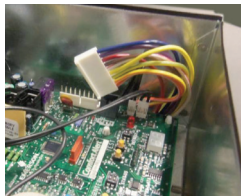
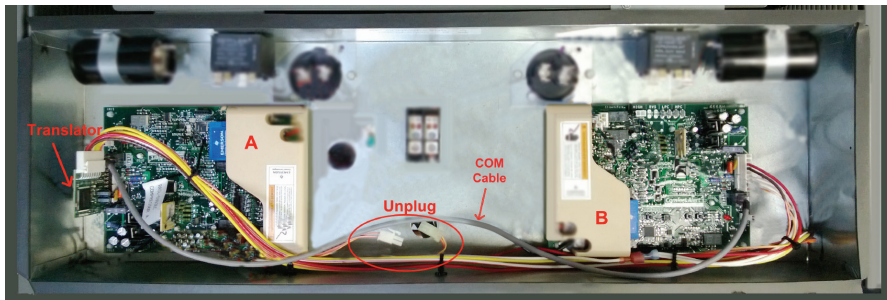

FIGURE 1
FIGURE 4
- 4. Disconnect the low voltage white 9-pin wire assembly connector from the outdoor unit control board. (See Figure 1)**
4. Débranchez le connecteur blanc à 9 fils basse tension de la carte de contrôle de l'unité extérieure. (voir Figure 1)
4. Disconnect the low voltage white 9-pin wire assembly connector from the "A" outdoor unit control board located on the left side of the control box as you face the unit (See Figure 4, reference Figure 1).
4. Débranchez le connecteur blanc à 9 fils basse tension de la carte de contrôle «A» de l'unité extérieure située du côté gauche de la boîte de commande lorsque vous faite face à l'unité (voir la Figure 4, reportez-vous à la Figure 1).
5. Connect both the “A” and “B” control boards together by inserting the RJ14 data cable jacks into mating connectors on each control board (see Figure 4)(Note: Do not use any cable other than the one provided in this kit to connect the control boards together)
5. Connectez les cartes de contrôle «A» et «B» ensemble en insérant les prises de câble de données RJ14 dans les connecteurs correspondants sur chaque carte de contrôle (voir Figure 4)(Remarque : N'utilisez pas de câble autre que celui fourni dans cette trousse pour connecter les cartes de contrôle ensemble)
6. Unplug/disconnect the 2-pin plug (Orange/white and Yellow/pink wires) as shown in Figure 4. It is recommended that these connectors be covered with electrical tape to prevent them from being reconnected.
6. Débranchez/déconnectez la prise à 2 broches (fils orange/blanc et jaune/rose) comme illustré sur la Figure 4. Il est recommandé de recouvrir ces connecteurs de ruban isolant pour éviter qu'ils ne se reconnectent.
8. Insert the CC2 translator onto the white 9-pin connector of the "A" outdoor unit control board. (see Fig.4)
8. Insérez le translateur CC2 dans le connecteur blanc à 9 broches de la carte de contrôle «A» de l'unité extérieure. (Voir Figure 4)